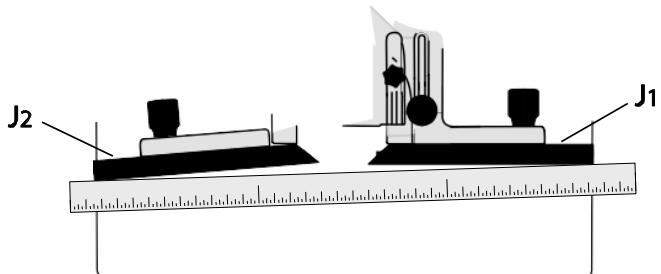

Рисунок 7
**Регулировка необходима**, если упоры не совмещены в одной плоскости (Рисунок 7). Проделайте шаги, описанные ниже.